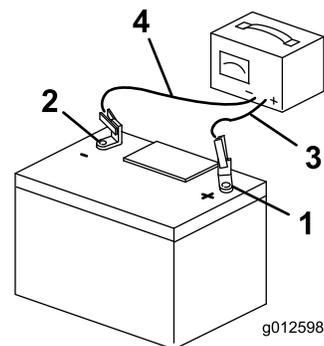

図 54
3. 充電が終わったら、チャージャのプラグをコンセントから抜いてから、チャージャのリード線をバッテリー端子から外す（図 54）。